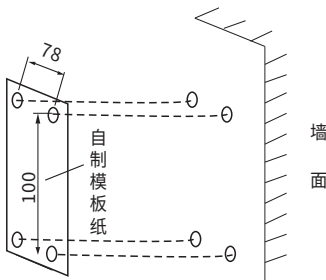

图2.1
(1) 如图2.1所示，以支架安装孔和出线孔为模板，在墙壁上画出打孔位置并打孔。将需与球机相连接的电源线、网线及其它信号线自墙孔中穿出待连接。
(2) 在安装孔中装入4个M6膨胀螺栓。